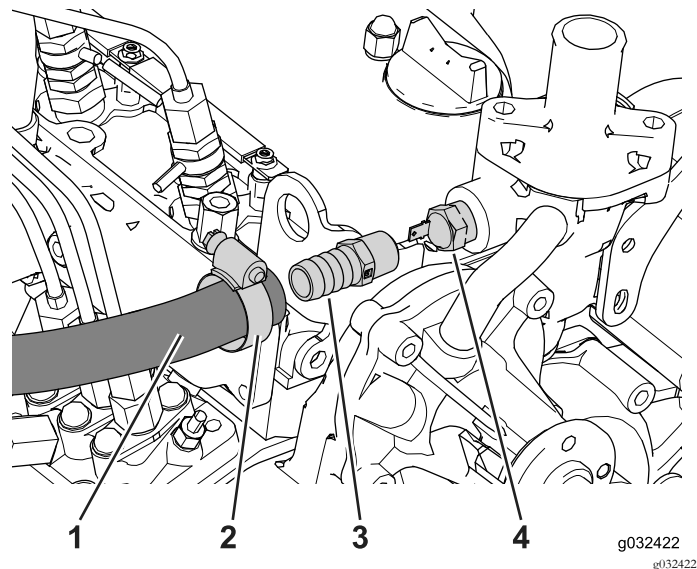

Figura 30
1. Localize, desligue e retire o interruptor da temperatura (Figura 30).
5. Deslize a braçadeira de tubos por cima da extremidade do tubo (Figura 30).
6. Insira o tubo por cima da união reta e prenda-o com a braçadeira de tubos ($\frac{1}{2}$ a $\frac{1}{4}$ pol.), como se mostra na Figura 30.